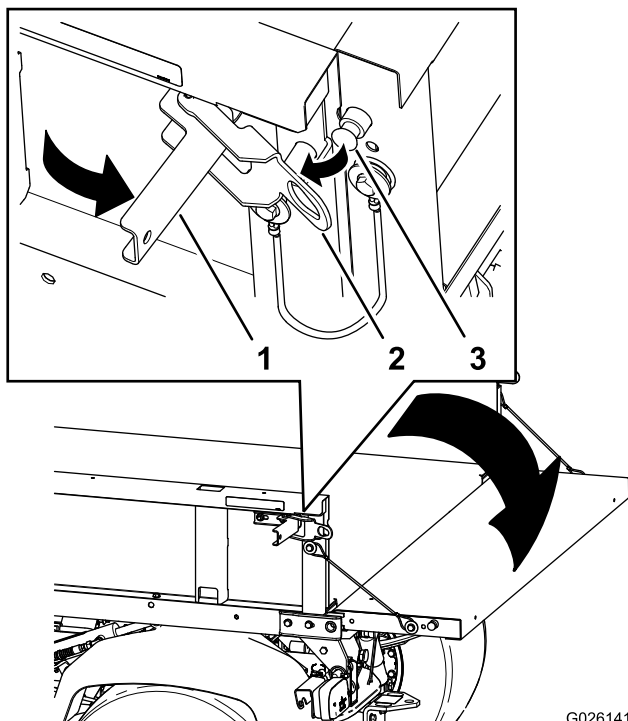

Рисунок 16
2. Откройте защелки на левой и правой сторонах грузового кузова и опустите откидной борт (Рисунок 16).